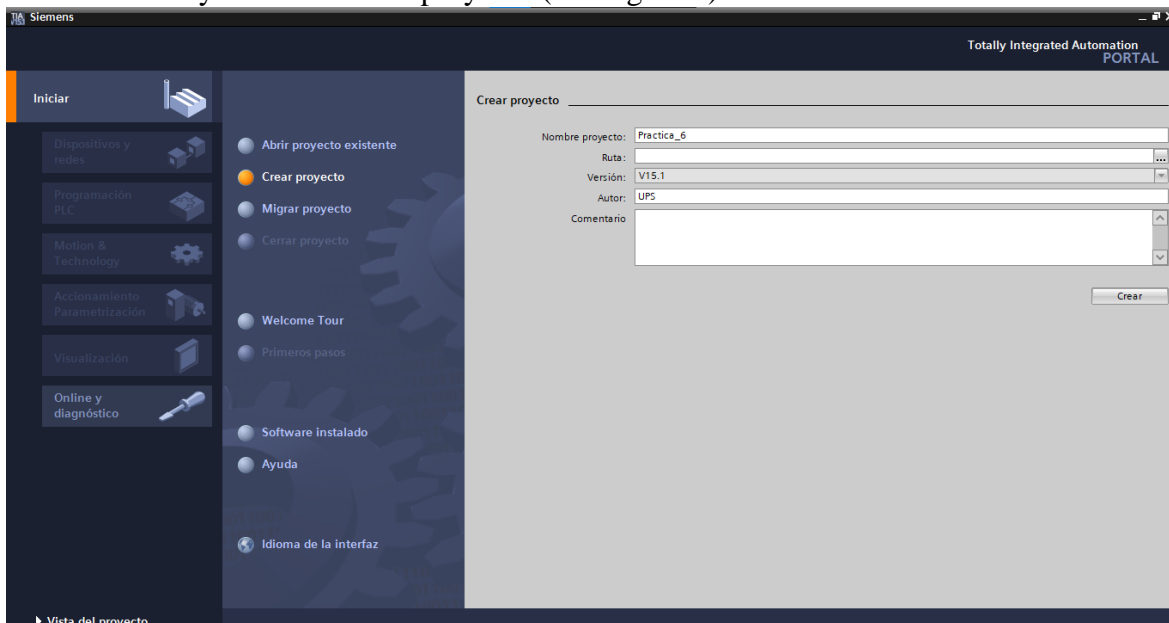

Figura 8. Crear nuevo proyecto.
- (1) Abrir Tia Portal y crear un nuevo proyecto (ver Figura 8).